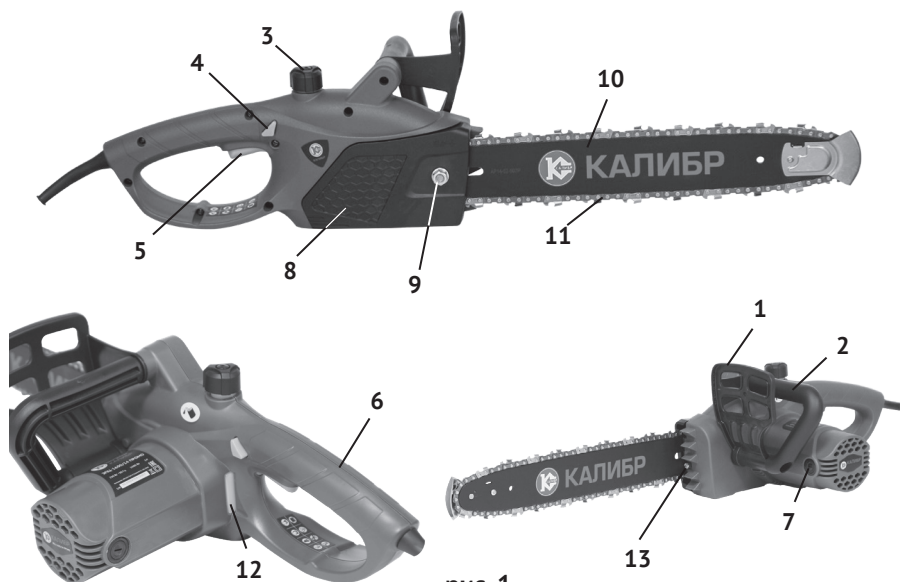

рис. 1
Привод цепи осуществляется однофазным коллекторным электродвигателем. Рабочим органом пилы является пильный аппарат, состоящий из бесконечной (замкнутой) пильной цепи (рис.1 поз.11), движущейся по направляющей шине (рис.1 поз.10).
1.3 Включение пилы в работу осуществляется нажатием на клавишу выключателя (рис.1 поз.5). Выключатель имеет блокировку от случайного включения. Нажатием кнопки (рис.1 поз.4, слева на задней рукоятке), клавиша выключателя
разблокируется. После нажатия на клавишу выключателя (рис.1 поз.5), ведущая звёздочка приводит в движение пильную цепь. Отпущенная клавиша и кнопка блокировки возвращаются в исходное положение – «выключено».
2.4 Общий вид пилы представлен на рис.1:
На правой половине корпуса находится крышка шины (рис.1 поз.8). На ней расположены гайка фиксации (рис.1 поз.9) крышки и направляющей шины с цепью.
Слева, перед задней рукояткой, на корпусе двигателя расположено окно контроля уровня масла (рис.1 поз.12).
- открутив гайку фиксации крышки шины (рис.1 поз.9), снять крышку шины;
- пильную цепь (рис.1 поз.11) наденьте на ведущую звёздочку. Уложите верхнюю часть цепи в паз шины, так чтобы цепь вошла в зацепление с ведомой звездочкой шины;
- слегка натяните цепь винтом (рис.1 поз.13), вращением по часовой стрелке;
- установите крышку шины и слегка затяните гайку фиксации (рис.1 поз.9).
Регулировка натяжения цепи производится винтом (рис.1 поз.13) при ослабленной гайке крепления шины (рис.1 поз.9):
- открутите пробку маслобака (рис.1 поз.3);
- заполните бак маслом до верхней части окна (рис.1 поз.12), следите за тем, чтобы в бак не попала грязь;